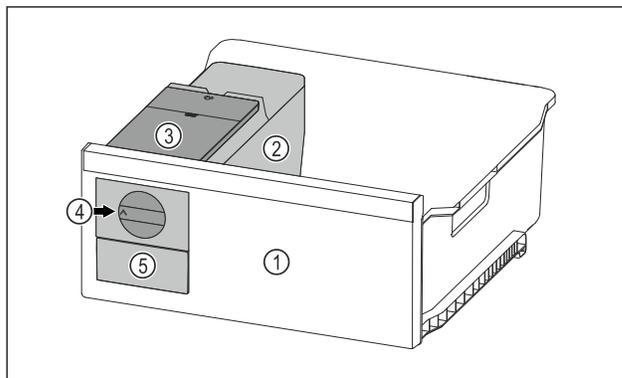

Fig. 111 Représentation à titre d'exemple
- Tourner le bouton rotatif Fig. 111 (4) dans le sens horaire jusqu'à la butée.
- Les glaçons tombent du bac à glaçons dans le tiroir à glaçons Fig. 111 (5).